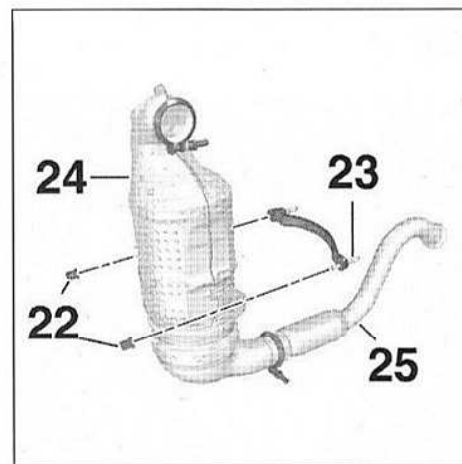

FIG.148
- Déposer (Fig.148) :
- les écrous (22),
- le goujon (23).
- Extraire l'ensemble catalyseur/filtre à particules (24).